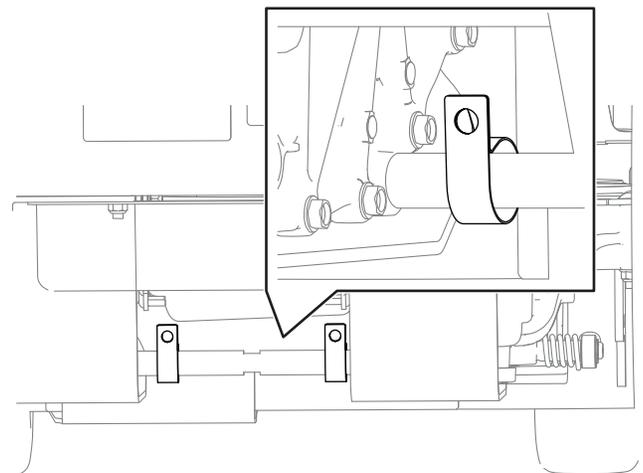

Рисунок 4
- Установите R-образные хомуты на стержень. Убедитесь в том, что R-образные хомуты обращены в правильном направлении, как показано на Рисунок 4.